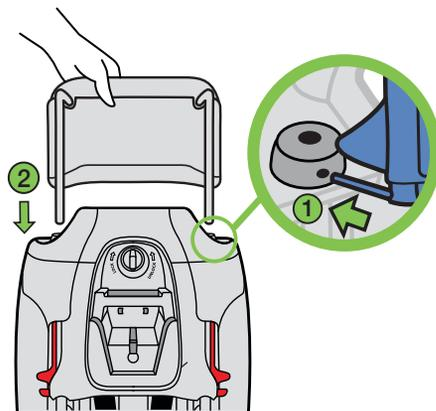

Figure 6
- Placez la goupille de métal située à l'extrémité de l'outil de dépannage dans le trou situé à droite du siège (lorsqu'on fait face à l'arrière du siège) (1).
- En appuyant sur l'outil de dépannage, poussez l'appui-tête vers le bas jusqu'à ce que les tiges de support glissent dans le siège (2), comme sur la **Figure 6**.